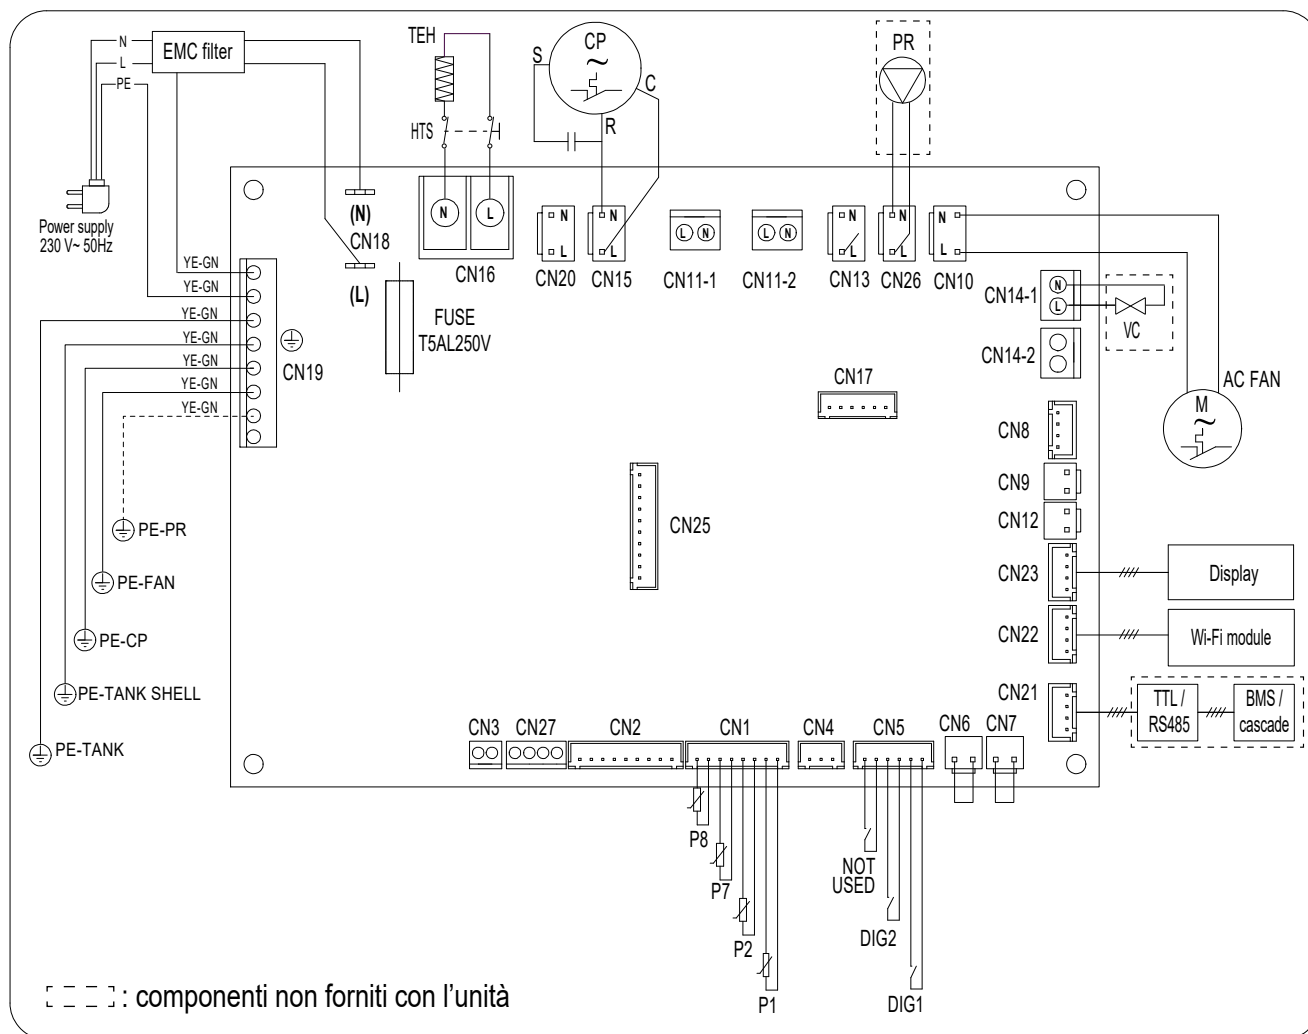

fig. 68 - Schema elettrico dell'apparecchiatura
- 1) La pompa di ricircolo (part. 16) va collegata al morsetto CN26 della scheda madre del master (rif. "fig. 68 - Schema elettrico dell'apparecchiatura" a pagina 54).
- 2) Montare una valvola solenoide normalmente aperta (part. 19) per ciascuna unità della cascata. La valvola va collegata al morsetto CN14-1 (rif. "fig. 68 - Schema elettrico dell'apparecchiatura" a pagina 54) della scheda madre di ciascuna unità.